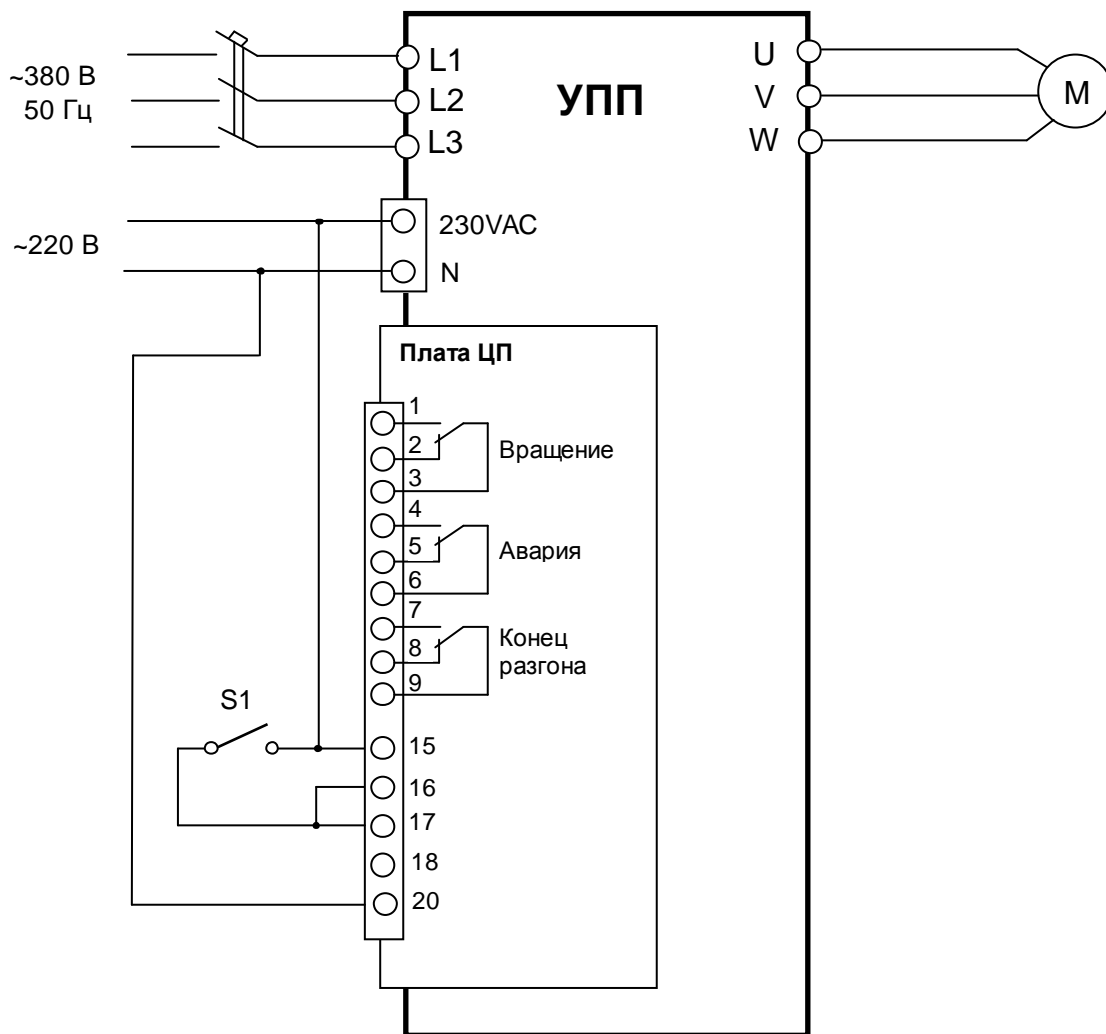

Рис. 8.2. Схема подключения цепей УПП
8.2. Подключить проверяемый УПП по схеме, приведенной на рис. 8.2.